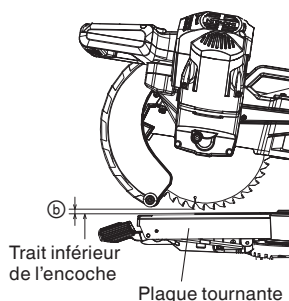

Fig. 42
- (1) Tourner la plaque d'ancrage dans le sens illustré à la Fig. 42.
- (2) Régler la profondeur de coupe voulue en réglant la distance entre la lame et la surface du plaque tournante (voir ⓐ à la Fig. 42).